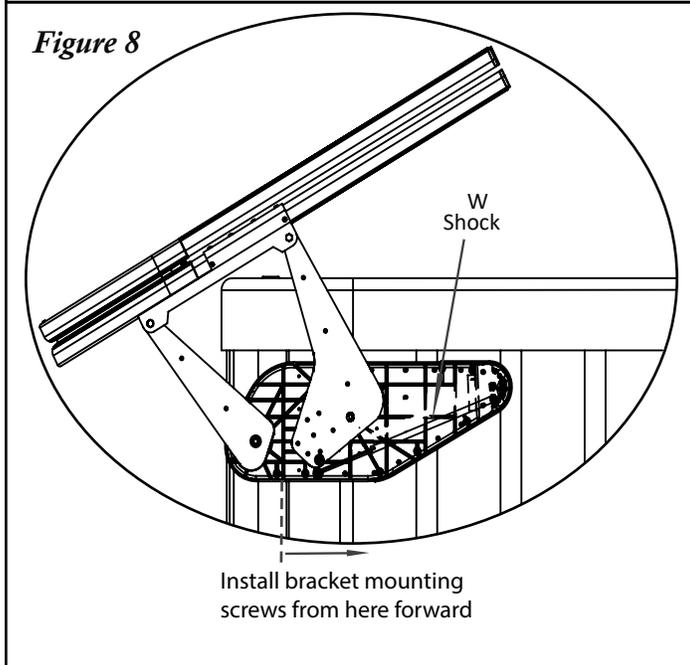

Figure 8
#9 Bewegen Sie die Halterungsbaugruppe nach oben, bis die vorderen und hinteren Schwenkarme einander berühren (Fig. 8). Befestigen Sie die Halterungsbaugruppe mit Montageschrauben #10 x 1 1/2" an die Whirlpool-Verkleidung. **Hinweis: Bringen Sie die Schrauben direkt hinter dem vorderen Schwenkarm nach vorne an (Fig. 8).**
#10 Öffnen Sie die Abdeckung teilweise und klicken Sie die Gasdruckfedern (W) auf die Kugelbolzen (Fig. 8). Hinweis: Stellen Sie sicher, dass die Gasdruckfedern mit dem schwarzen Gehäuse zur Vorderseite des Whirlpools zeigen.
#11 Öffnen Sie die Abdeckung vollständig und befestigen Sie die restlichen Montageschrauben #10 x 1 1/2" an den Montagehalterungen (Fig. 8).